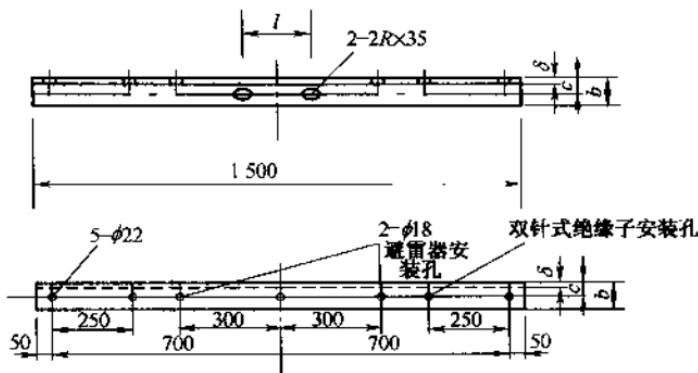

图 3 铁横担线路横担制作图
(2) 横担加工图及其尺寸范围表(见图3及表1)。
表 1 图 3 横担尺寸及适用范围表 (mm)